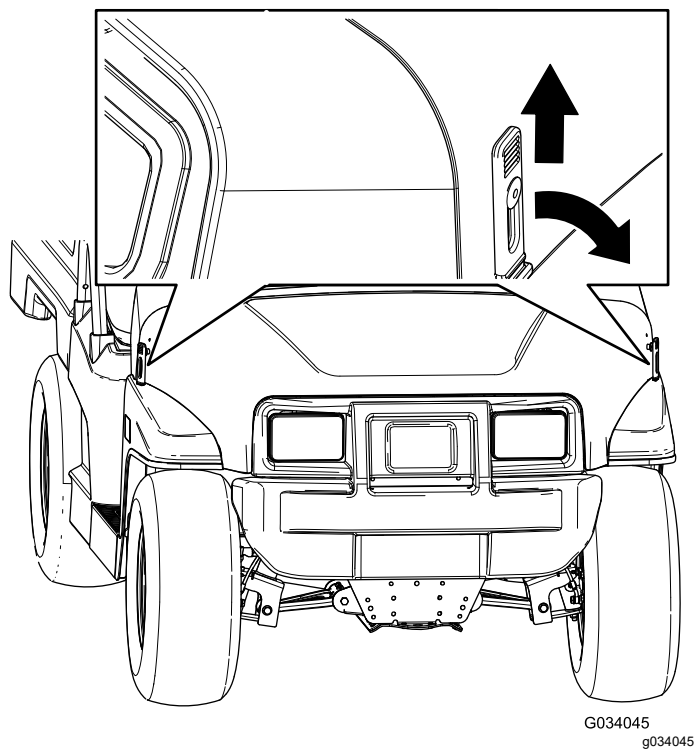

Figura 25
1. Ridicați mânerul clișeilor din cauciuc de pe fiecare parte a capotei. (Figura 25).
2. Fixai capota prin alinierea clicheilor din cauciuc pe ancorele de blocare de pe fiecare parte a capotei. (Figura 25).